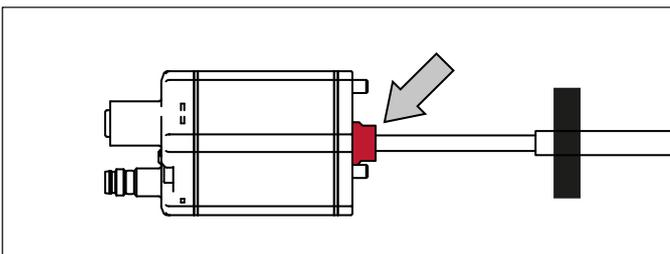

Abb. 34: Dichtung vor Einsatz in Sensorrohr HD/HL/HP entfernen
- Der Basissensor ist mit drei Schrauben am Sensorstab befestigt und lässt sich im Servicefall leicht austauschen. Entfernen Sie vor dem Einschleiben des Basissensors in das Sensorrohr HD/HL/HP die rote Dichtung am Übergang zwischen Sensorelektronikgehäuse und flexiblem Messstab (Abb. 34). Der Hydraulikkreislauf bleibt geschlossen. Mehr Informationen finden Sie im Kapitel „4.9.1 Austausch des Basissensors beim Modell RH5/RFV/RF5“ auf Seite 48.